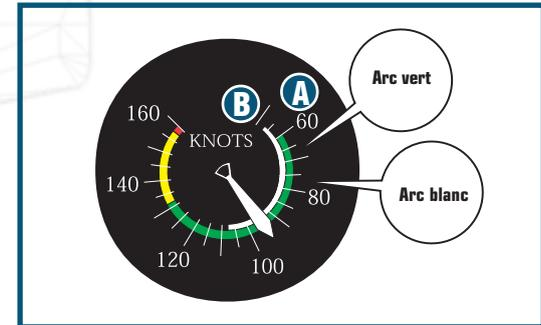

Figure 6-9 Plage de vitesse du volet. Volets sortis - 53 nœuds (A). (début de l'arc blanc). Volets inactifs - 60 nœuds (B). (début de l'arc vert)
Une vitesse plus lente à l'atterrissage se traduit par un arrêt sur une plus courte distance. Cet aspect est important si la piste n'est pas très longue. Si le vent souffle en rafales, vous pourriez éventuellement envisager de vous approcher les volets faiblement abaissés, voire même levés. Aux faibles vitesses admises par les volets, l'avion devient plus difficile à diriger dans la mesure où les commandes réagissent plus lentement. Jetons un coup d'œil à l'anémomètre pour évaluer l'efficacité des volets dans l'accroissement de la portance (Figure 6-9).
Étant donné que les volets de notre Cessna 172 sont peints en blanc (nous le supposons pour les besoins de cette discussion), la bande blanche de l'anémomètre représente la plage d'utilisation des volets. Le début de la bande blanche (B) correspond à la vitesse de décrochage, volets abaissés et moteur coupé (vol sans accélération à la masse maximale autorisée de l'avion). Il s'agit de la vitesse de décrochage de l'avion lorsque les volets sont entièrement abaissés, le moteur coupé et le train d'atterrissage sorti. L'avion de la figure 6-9 restera en vol si l'air s'écoule le long des ailes à une vitesse de 53 nœuds, pour autant que celles-ci soient au-dessous de leur angle d'attaque critique.